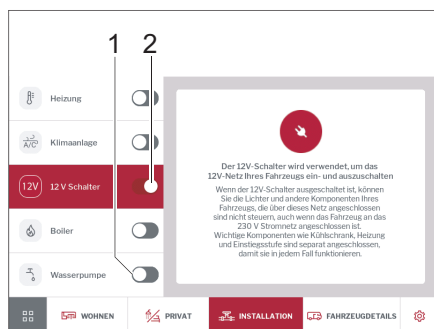

Fig. 267 12 V e pompa idrica
- Accendere o spegnere la rete a 12 V del veicolo con l'interruttore a scorrimento (Fig. 267,2). Viene visualizzata una segnalazione che indica le utenze interessate.
- Accendere o spegnere la pompa idrica con l'interruttore a scorrimento (Fig. 267,1). Vedi anche il capitolo 9.14.5.